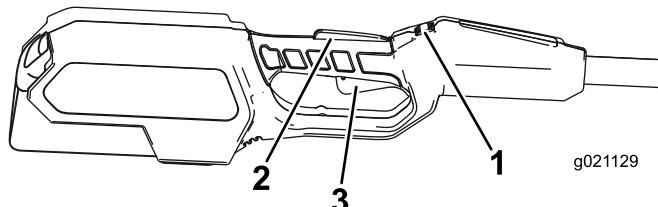

Figura 8
4. Para arrancar la desbrozadora, mantenga presionado el interruptor de bloqueo y apriete el gatillo (Figura 8).